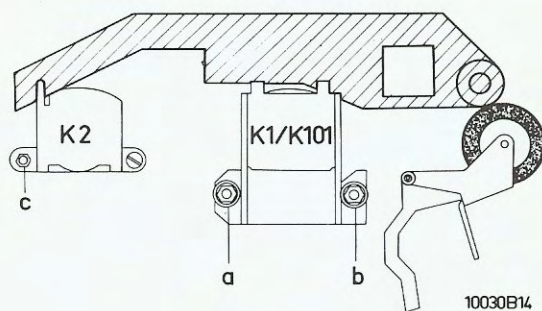

Fig. 5
a. Hoogte opneem-weergeefkop (Fig. 5)
b. Azimuth opneem-weergeefkop (Fig. 5)
c. Hoogte wiskop K2 (Fig. 5)